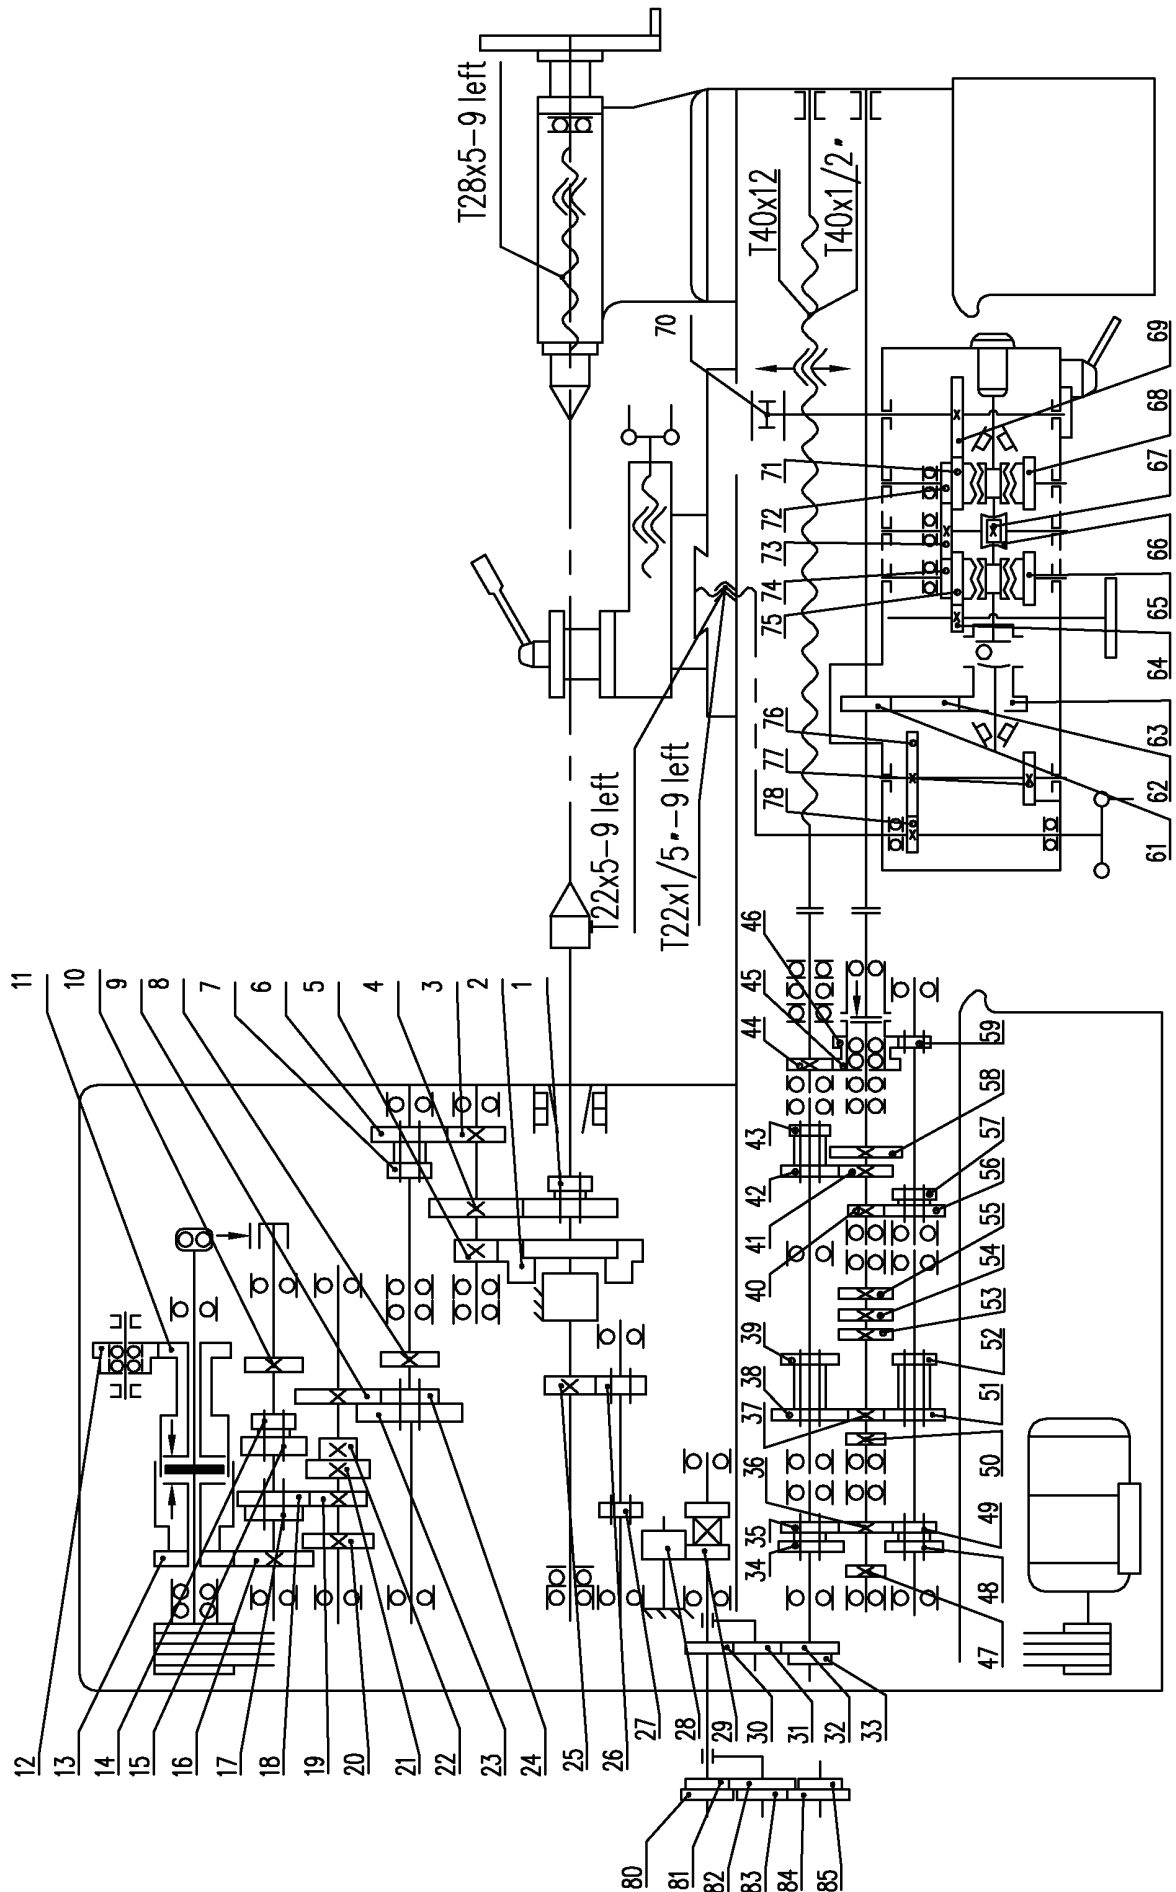

Рисунок 5: CDE6140A, CDE6240A, CDE6150A, CDE6250A: схема системы привода
6.4.1. Перечень шестерен, червячных колес и червяков для станков моделей CDE6140A, CDE6240A, CDE6150A, CDE6250A (рис. 5); (значения модуля, приводимые в скобках – предназначены для CDE6150A, CDE6250A); 3-фартук; 4-салазки; 5-сменные шестерни.